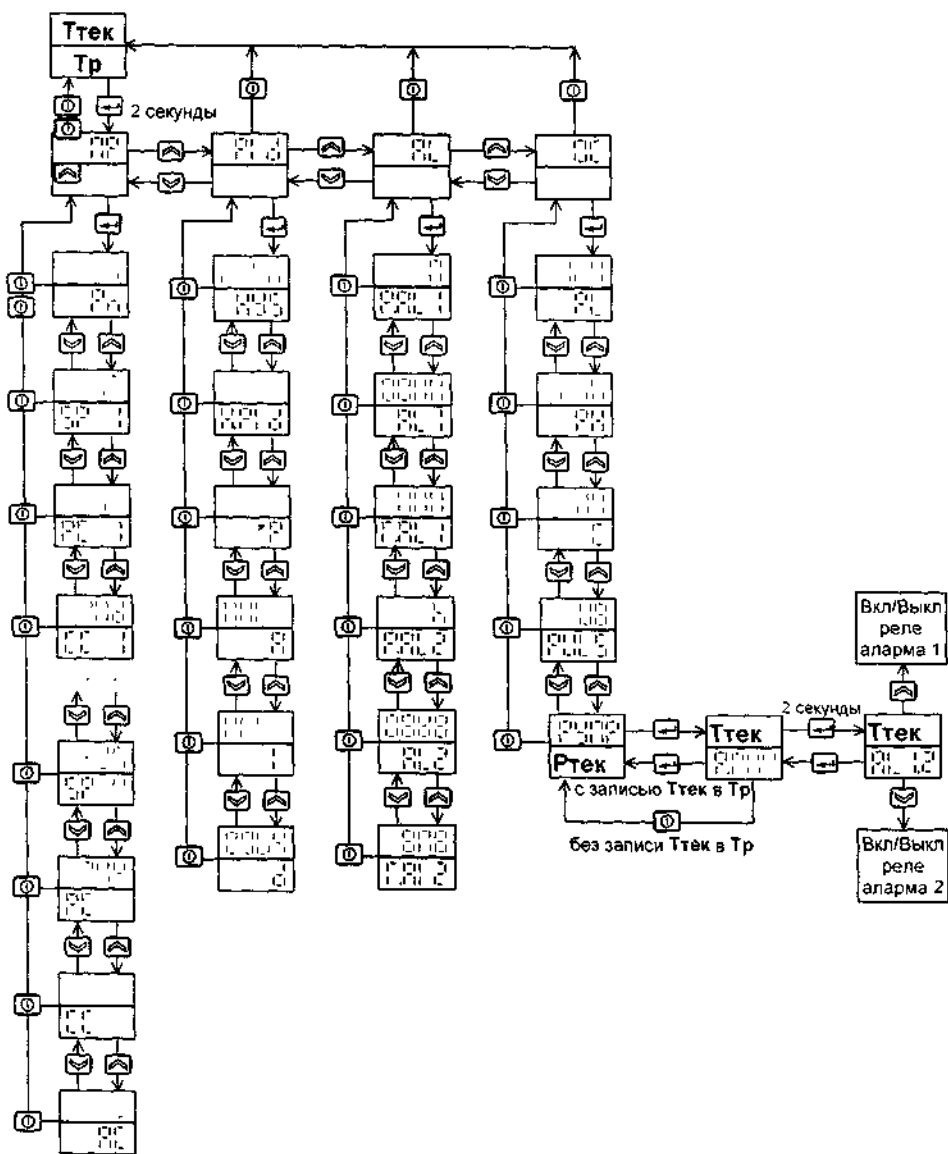

Рис. 2
• Для ввода других параметров, определяющих работу регулятора, нужно в режиме отображения текущей и заданной температуры нажать и удерживать кнопку  примерно две секунды до появления надписи  на верхнем индикаторе. Теперь из меню параметров можно выбирать и изменять те, которые необходимо (Рис. 2).
4.6 Автоматическая настройка параметров P_L , d и P запускается при нажатии и удержании в течение двух секунд кнопки \ominus при индикации параметра P_{L} в меню параметров P_{L} (см. Рис. 2) Через две секунды после нажатия кнопки \ominus прибор выходит из меню и переходит в режим автоматической настройки параметров P_L , d и P , о чем свидетельствует мигание светодиода 'H'. По окончании настройки параметров прибор переходит в режим поддержания заданной температуры T_p или к выполнению шагов программы (если параметр P_{L} не равен нулю). Автомати-